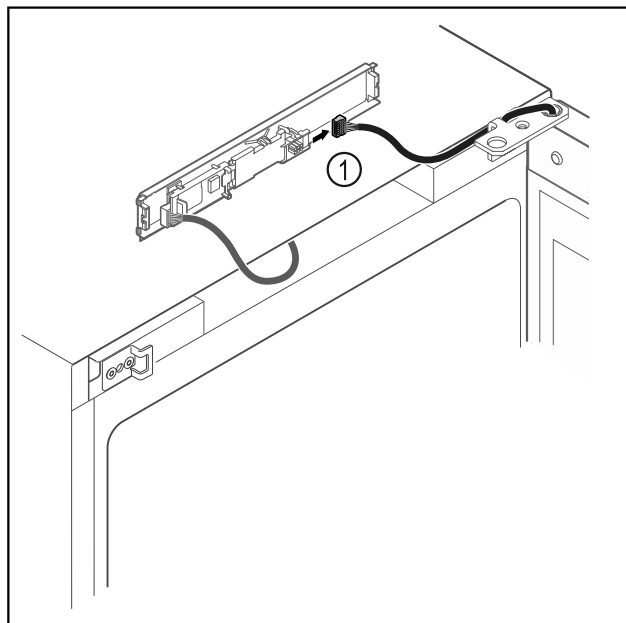

Fig. 20
- ▶ Tõmmake pistik Fig. 20 (1) trükkplaadist välja.